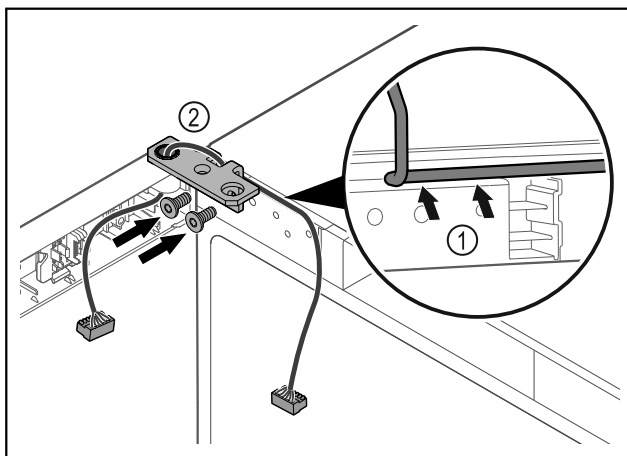

Fig. 45
- Kabel durch die Ausparung des Scharnierwinkels führen und vorsichtig verlegen Fig. 45 (1).
- Scharnierwinkel Fig. 45 (2) anschrauben.